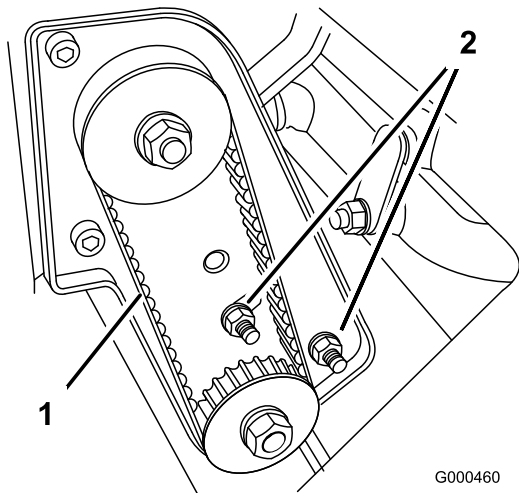

**Figure 37**
2. Contrôlez la tension de la courroie en exerçant une force de  $2 \pm 0,5$  kg à mi-distance entre les poulies (Figure 37). La courroie doit présenter une flèche de 6 mm. Si ce n'est pas le cas, passez à l'étape suivante.